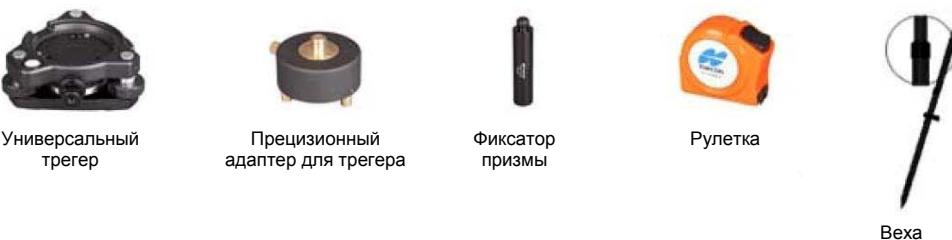

Рис. 3: Принадлежности к приемнику
- Принадлежности к приемнику показаны на Рис. 3.
Topson предлагает разнообразные принадлежности (см. Рис. 3), специально разработанные для повышения гибкости системы и эффективности выполнения работ. За более подробной информацией об optionalных принадлежностях, доступных для HiPer SR, обращайтесь к Вашему дилеру Topson.